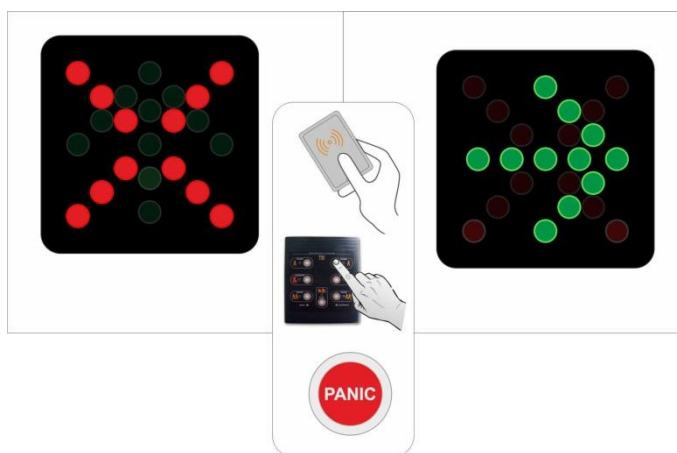

Рис. 4 -. Отображения статуса работы турникета на табло индикации
1.4.1.1 Корпус турникета представляет собой металлическую конструкцию, которая своей опорой (корпусом) II (см. Рис.2) монтируется на ровную поверхность с помощью анкеров Redibolt. Статус турникета отображают платы индикации 2, вмонтированные в корпус изделия. Постоянно светящаяся красная индикация означает исходное состояние турникета (см.Рис.4): проход через турникет заблокирован в обе стороны.